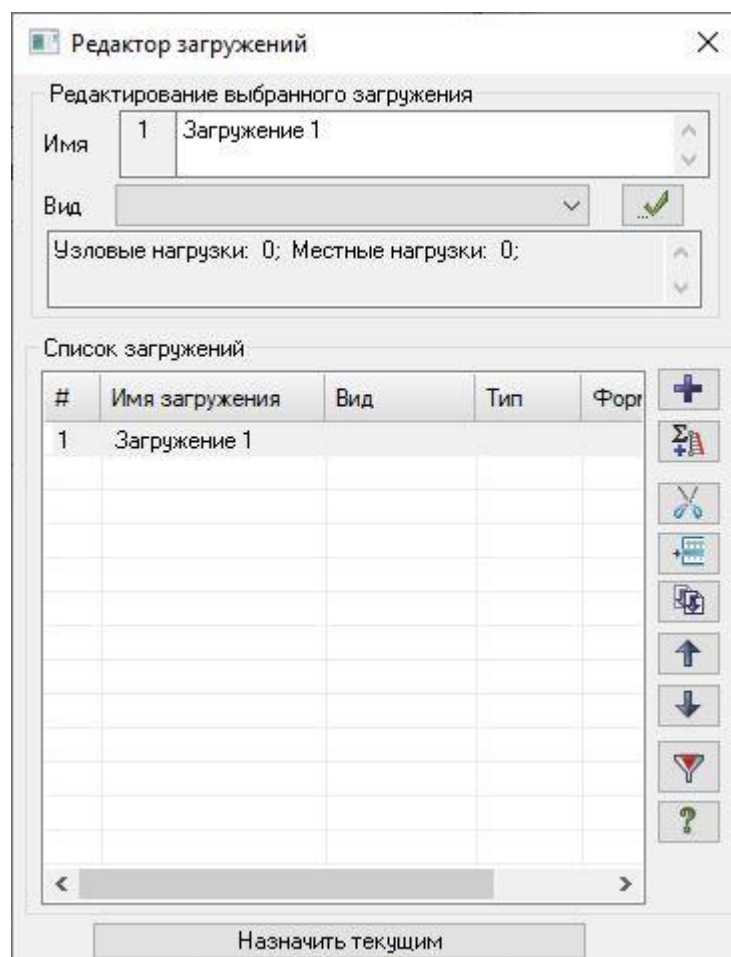

Рис.1.12. Диалоговое окно Редактор загрузений
(рис. 1.12), которое вызывается щелчком по кнопке  – **Редактор загрузок** (панель **Нагрузки** на вкладке **Создание и редактирование**). По умолчанию, в начале работы программы, принято имя **Загрузка 1**. Вид загрузки позволяет автоматически формировать таблицу РСУ с параметрами, принятыми по умолчанию. Взаимосвязь между загрузками задается в таблице РСУ.
- Вызовите диалоговое окно **Редактор загрузений** (рис.1.12) щелчком по кнопке  – **Редактор загрузений** (панель **Нагрузки** на вкладке **Создание и редактирование**).
Так как вид загружений задавался в диалоговом окне **Редактор загружений** (рис.1.12) таблицу РСУ можно сформировалась с параметрами, принятыми по умолчанию для